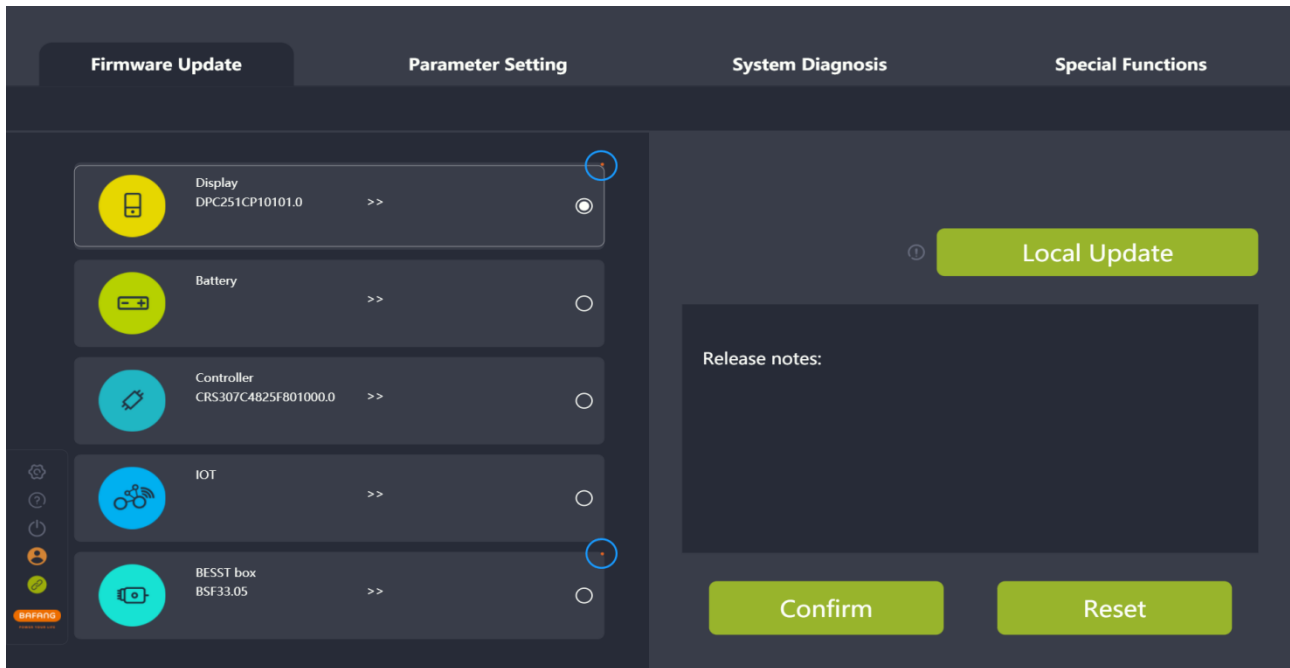

图 3-3 部件检测
- (3) BESST 工具箱与电脑连接状态显示图标：绿色：连接成功状态，橙色：连接断开状态；
- (4) 登录状态：离线登录状态图标颜色：橙色；联网登录账户图标颜色：绿色；
- (5) 零部件右上角橙色点：橙色点表示未通过产品认证，BESST Pro 软件不保证完全兼容。若没有出现橙色点则表明该产品通过了产品认证，可在 BESST Pro 上正常使用（如图 3-3）。